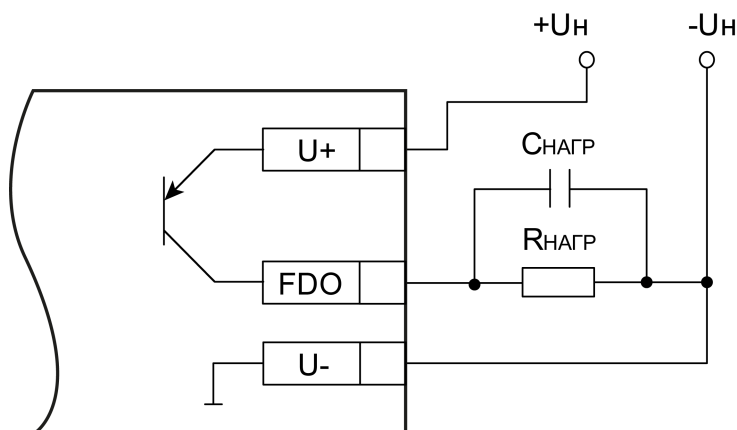

Рисунок 5.16 – Схема подключения нагрузки в режиме включения «верхний ключ»
- верхний ключ (рисунок 5.16) – для коммутации нагрузки с меньшей емкостью и большим током;